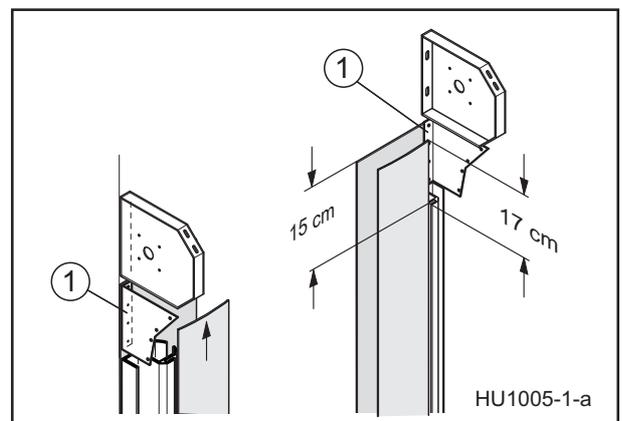

Abb. 3
Den hinteren Teil der Einführtrichter (1) so montieren, dass die seitlichen Schenkel mit den Außenflächen der Lagerkonsolen und der Führungsschienen bündig sind. Mit Hilfe des Verbindungsstücke zusätzlich fixieren (Abb. 3 + 3a).